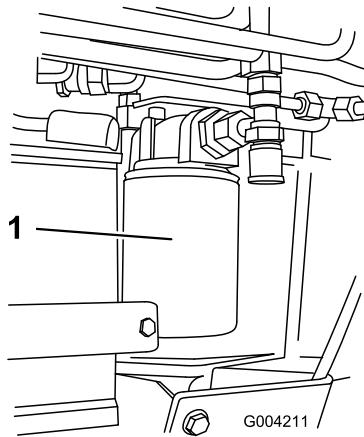

Figure 53
4. Placez un bac de vidange sous le filtre (Figure 53).
5. Enlevez le filtre à huile usagé (Figure 53) et essuyez la surface du joint de l'adaptateur.
7. Montez le filtre de rechange sur l'adaptateur (Figure 53). Tournez le filtre dans le sens horaire jusqu'à ce que le joint rejoigne l'adaptateur, puis donnez 3/4 de tour supplémentaire.